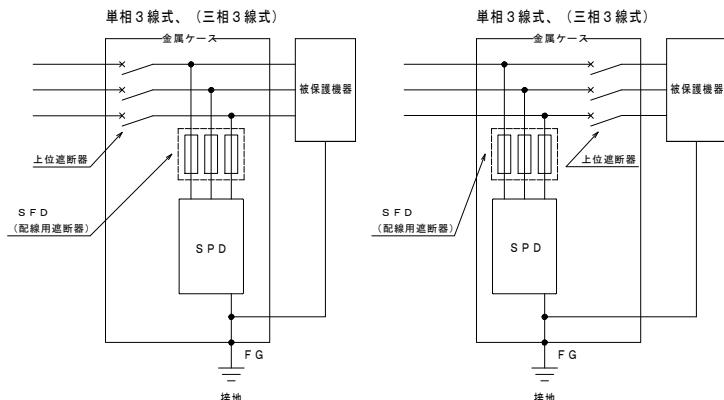

図2
- (1) SPDが劣化又は故障した場合にSPDの発火や上位遮断器の遮断動作による停電リスクを低減するためには、SPD用の保護ヒューズ（以下、SFD弊社製型式：DU20KA）を設置してください。また、SPD、SFDまたは配線用遮断器、上位遮断器との接続方法は図2を参考に設置してください。
- (2) 上位遮断器の定格が50A以上の場合は、図2(a)に示すように上位遮断器の二次側にSFDまたは配線用遮断器を設置してください。
- (3) 上位遮断器の定格が50A未満の場合は、図2(b)に示すように上位遮断器の一次側にSFDまたは配線用遮断器を設置してください。
- (4) SPDの接地は、良好な接地（接地抵抗10Ω以下が好ましい）に接続してください。